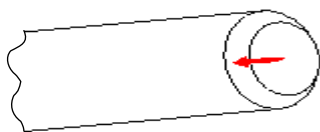
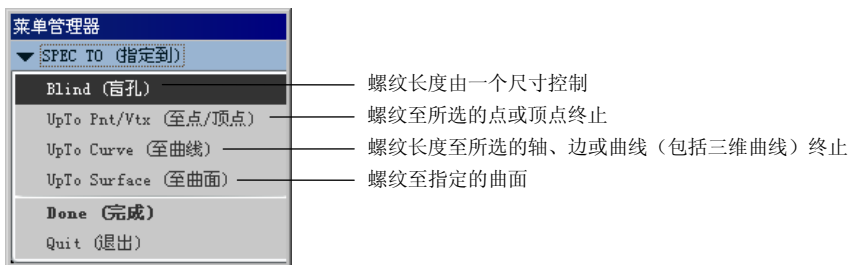

图 5.16.4 螺纹深度方向
图 5.16.5 “指定到”菜单
Step5. 定义螺纹的长度方向和长度以及螺纹小径。完成上步操作后，模型上显示图 5.16.4 所示的螺纹深度方向箭头和 **▼ DIRECTION (方向)** 菜单。
(1) 在 **▼ DIRECTION (方向)** 菜单中选择 **Okay (确定)** 命令。
(2) 在图 5.16.5 所示的“指定到”菜单中，选择 **Blind (盲孔)** **→ Done (完成)** 命令，然后输入螺纹长度值 10.0，并按回车键。